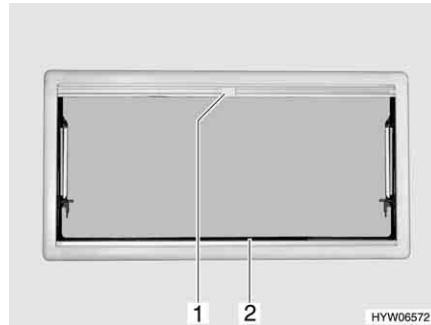

Bild 61 Ausstellfenster
- Die faltverdunklung (Bild 61,2) in der Mitte der Griffleiste fassen, von unten nach oben ziehen und auf der gewünschten Höhe loslassen. Die faltverdunklung bleibt in dieser Höhe stehen.
- Insektenschutzrollo am Griff (Bild 61,1) nach unten ziehen, bis es an der faltverdunklung (Bild 61,2) anstößt.
- Griff (Bild 61,1) am Insektenschutzrollo drücken.